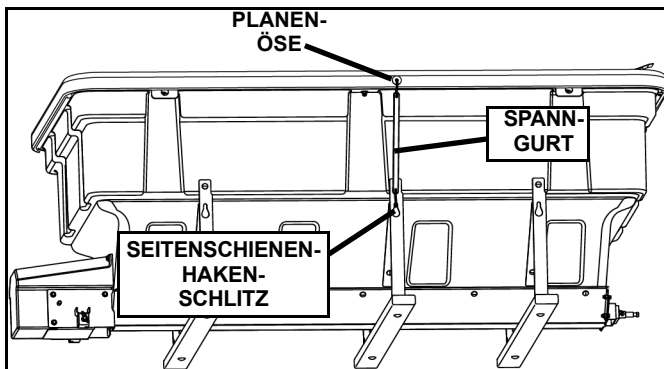

Abb. 1-7
8. Montieren Sie je eine Gummispanschnur an beiden Seiten der Plane, indem Sie diese an der mittleren Öse der Plane und in den Schlitz an der Rahmenseite befestigen (Siehe Abb. 1-7).